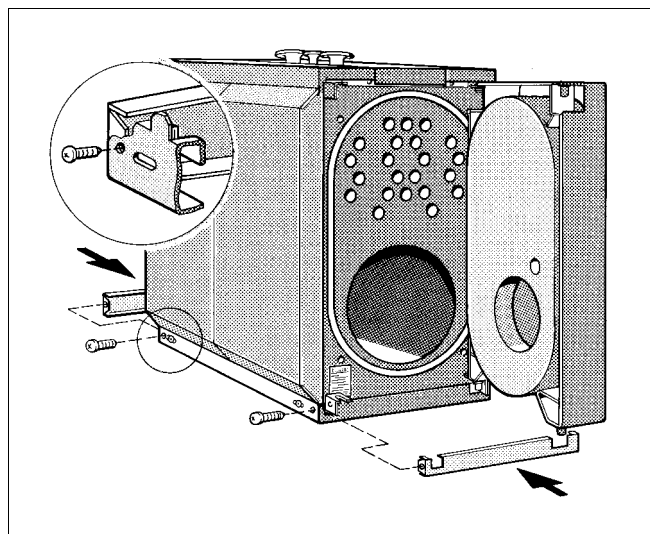

Fig. 16 Montajul cadrelor
- Înșurubați cadrul din față și din spate cu câte 2 șuruburi din tablă de cadrele laterale (Fig. 16).